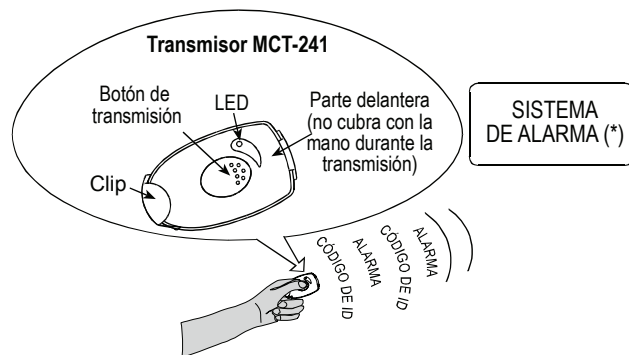

Figura 1 - Usando el MCT-241 MD
- Presionando el botón ovalado (véase figura 1). Un temporizador incorporado determina el tiempo de la transmisión a 3 segundos, incluso si el usuario mantiene el botón de transmisión presionado durante más o menos tiempo que el establecido.
Un LED rojo (véase figura 1) se enciende constantemente durante la transmisión, para asegurar al usuario que la transmisión está siendo ejecutada y para indicar que la condición de la batería es buena. Si el LED parpadea cada vez que se activa el transmisor, esto indica que el voltaje de la batería es bajo y debe ser reemplazada cuanto antes.